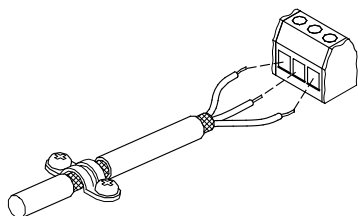

Fig. 37 Eksempel på afisoleret kabel med skærm
- Før skærmen så tæt på tilslutningsklemmerne som muligt. Se fig. 37.